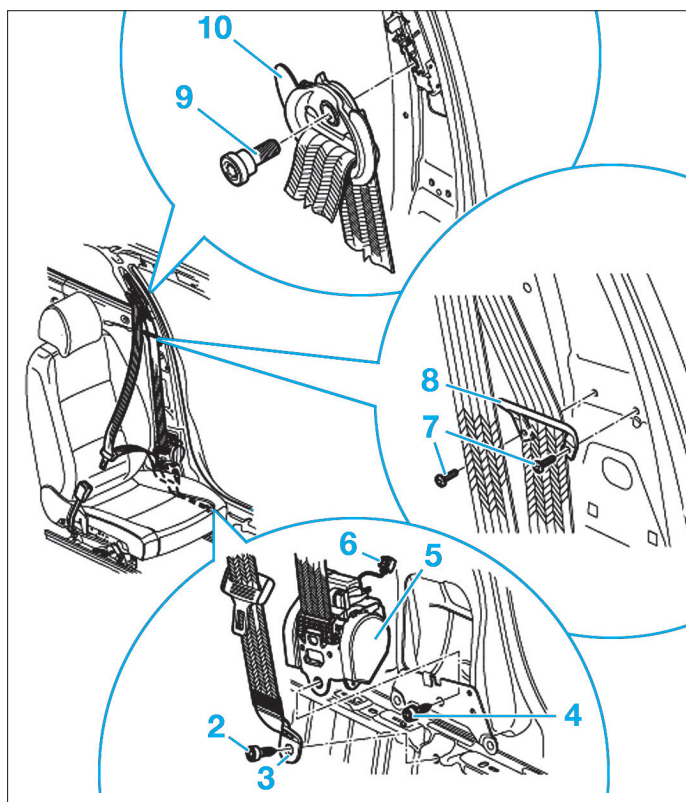

Fig. 15
- la vis (2) de fixation d'encrage inférieur (3) (Fig.15),